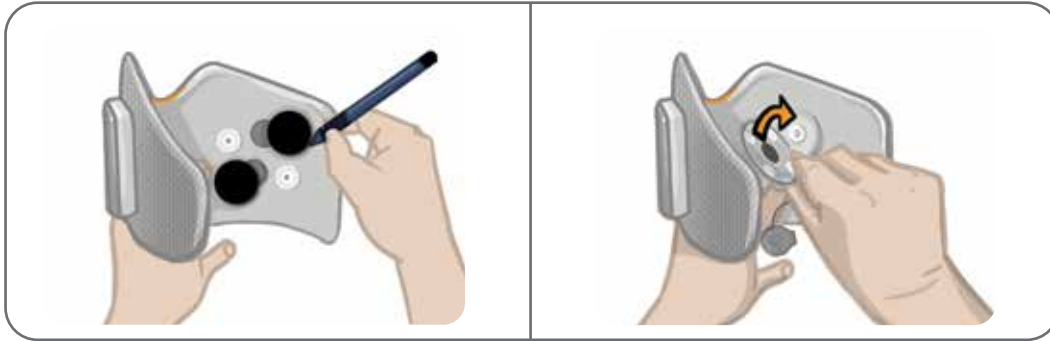

Bild 11-8: Markera positionen för elektrodbaserna (vänster)
1. Avlägsna kabelskydden och markera platsen för de använda elektrodbaserna på manschettfodret med en märkpenna. Se bild 11-8.
2. Lossa elektrodbasernas klickfästen från kontakthålen. Se bild 11-8.